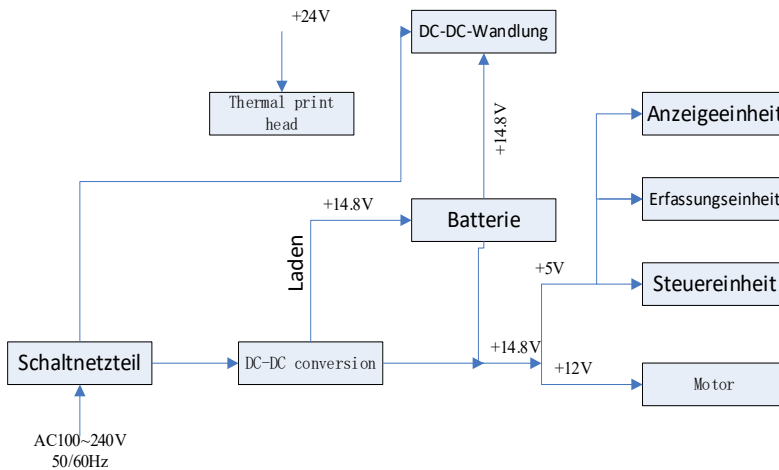

Abbildung 4-1 Blockdiagramm des Stromversorgungsprinzips
(2) Das Funktionsblockdiagramm ist in Abbildung 4-1 dargestellt.